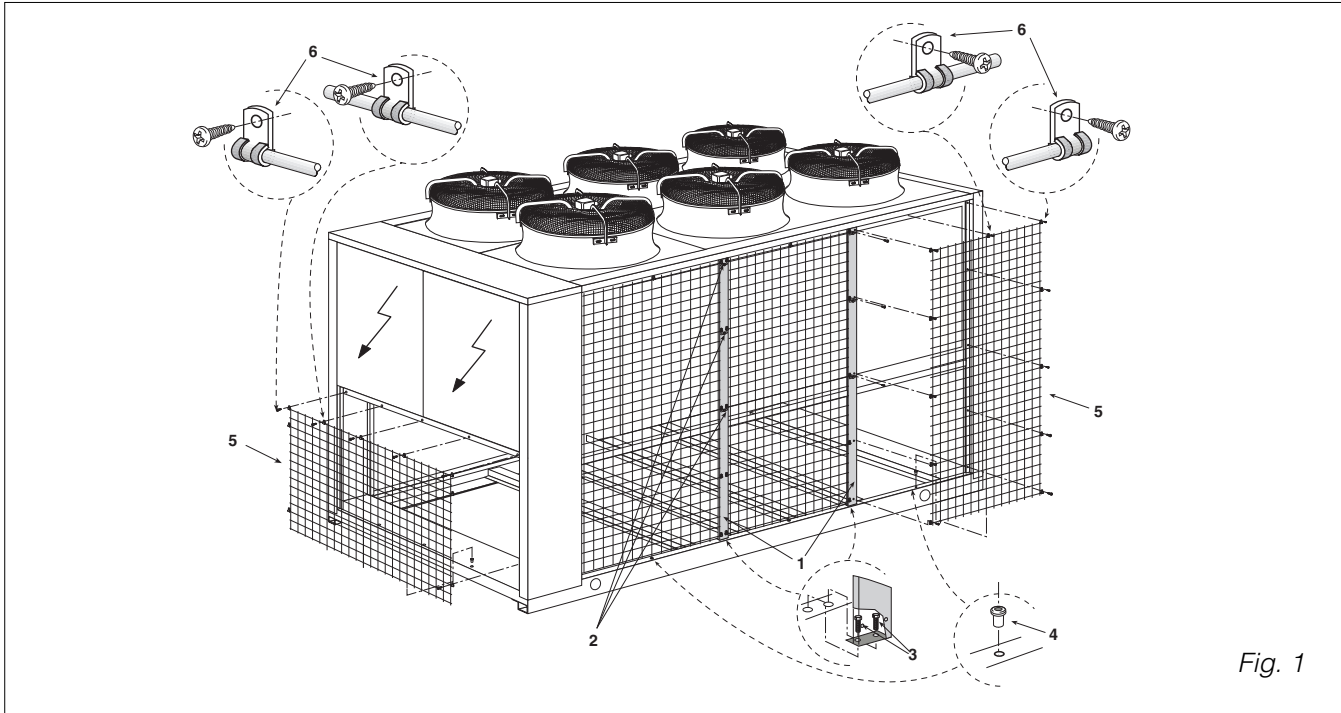

Fig. 1
- fissare i 4 traversi di supporto in lamiera (1 fig. 1), 2 lato sinistro e 2 lato destro, con le viti autofilettanti (2) alla spalla della batteria e con due viti esagonali (3) ai longheroni del basamento (nel caso del mod. GP 180 i traversi di supporto sono 6, 3 per lato);
- inserire gli inserti in gomma (4 fig. 1) nei fori centrali del basamento indicati in figura 1;
- infilare il filo sporgente delle reti laterali negli inserti in gomma precedentemente inseriti e bloccare le griglie di protezione (5 fig. 1) fissandole alla struttura con le viti autofilettanti dopo aver inserito i fermagli metallici a cordo (6).
- secure the 4 sheet metal brackets (1 fig. 1), 2 on the right and 2 on the left, with the self-tapping screws (2) at the rear of the coil and with the two hex screws (3) to the base side members (in case of GP 180 model, the sheet metal brackets are 6, 3 on each side);
- fit the rubber inserts (4 fig. 1) in the central holes in the base as shown in figure 1;
- thread the protruding wire ends of the side grilles through the rubber inserts, then fix the protective grilles (5 fig. 1) to the frame by means of the self-tapping screws after having inserted the metal clips (6).
- fixer les 4 traverses de support en tôle (1 fig. 1), 2 côté gauche et 2 côté droit, à l'extrémité de la batterie avec les vis-taraud (2) et aux longerons de la base avec deux vis hexagonales (3), (pour le modèle GP 180 le traverses de support sont 6, 3 par côté);
- mettre les inserts en caoutchouc (4 fig. 1) dans les trous centraux de la base, indiqués fig. 1;
- introduire le fil dépassant des grillages latéraux dans les inserts en caoutchouc précédemment mis en place et bloquer les grilles de protection (5 fig. 1) en les fixant à la structure avec les vis-taraud après avoir inséré les languettes métalliques fournies de série (6).
- die 4 Träger (1 Abb. 1), 2 links und 2 rechts, mit den Gewindeschrauben (2) an der Schulter des Wärmetauschers und mit den zwei Sechskantschrauben (3) an den Längsträgern des Gestells befestigen (Bei Modell GP 180 sind die Träger 6, 3 je Seite);
- die Gummieinsätze (4 Abb. 1) in die auf Abbildung 1 gezeigten mittleren Bohrungen des Gestells einstecken
- vorstehenden Draht der Seitennetze in die Gummieinsätze einführen und die Schutzgitter (5 Abb. 1) nach Anbringung der mitgelieferten Metallklammern (6) mit den Gewindeschrauben an der Struktur sichern.
- fijar los 4 travesaños de soporte de chapa (1 fig. 1), 2 en el lado izquierdo y 2 en el lado derecho, con los tornillos autorroscantes (2) al apoyo de la batería y con dos tornillos hexagonales (3) a los largueros de la base (en el caso del mod. **GP 180**, los travesaños de soporte son 6, 3 por cada lado);
- introducir los insertos de goma (4 fig. 1) en los orificios centrales de la base indicados en la figura 1;
- introducir el hilo sobresaliente de las redes laterales en los insertos de goma anteriormente introducidos y bloquear las rejillas de protección (5 fig. 1) fijándolas a la estructura con los tornillos autorroscantes después de haber insertado los cierres metálicos suministrados (6).